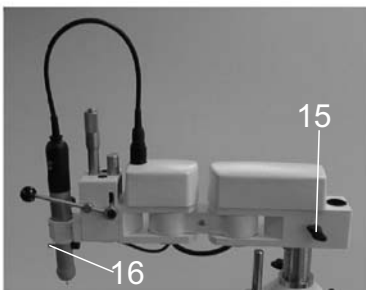

Abb. 1
Um den zum Lieferumfang gehörenden Lichtkopf zu entfernen, muss die Rändelschraube (16) (Abb. 1) gelöst und der Lichtkopf vorsichtig nach unten abgezogen werden.